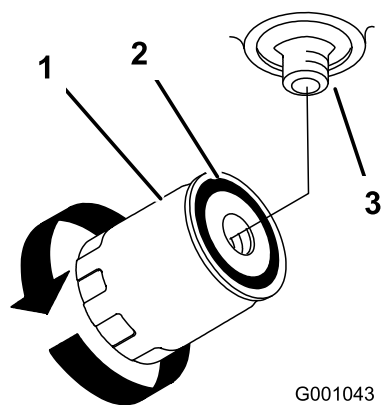

Figure 58
4. Appliquez une fine couche de liquide hydraulique sur le joint en caoutchouc du filtre de rechange (Figure 58).
6. Remplissez le réservoir hydraulique jusqu'à ce que le liquide déborde du filtre. Tournez alors le filtre à huile dans le sens horaire jusqu'à ce que le joint en caoutchouc vienne toucher l'adaptateur du filtre. Serrez ensuite le filtre de 1/2 tour supplémentaire (Figure 58).